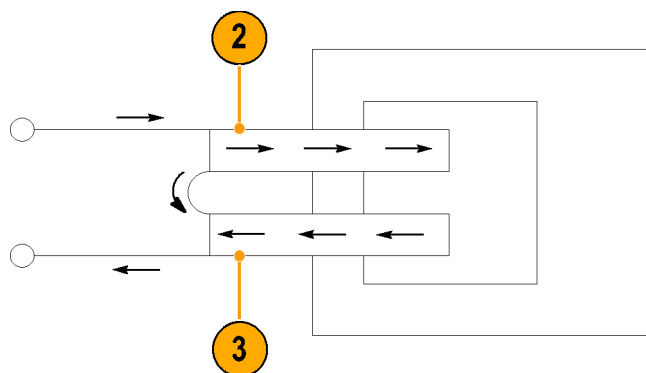

Рис. 25: Определение числа витков с использованием эталонной катушки
3. Поместите в токовый пробник исследуемую катушку таким образом, чтобы токи были направлены противоположно друг другу, как показано на рисунке. (См. рис. 25.)